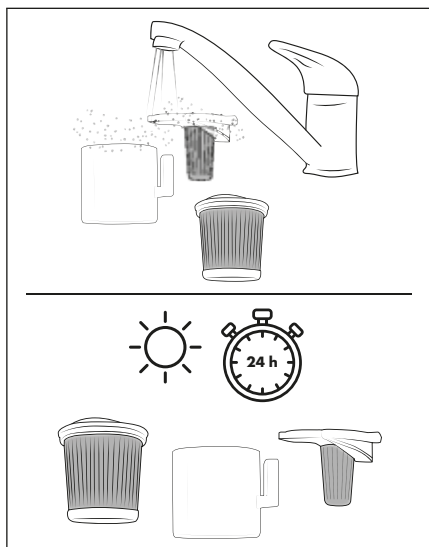

Fig. 18
- 5) Lave o recipiente do filtro HEPA ⑤, o filtro HEPA ④ e o filtro de aço inoxidável ⑥ com água fria ou morna. Deixe o recipiente do filtro HEPA ⑤, o filtro HEPA ④ e o filtro de aço inoxidável ⑥ secar completamente ao ar, antes de os voltar a colocar no reservatório de pó ⑦ (ver fig. 18).